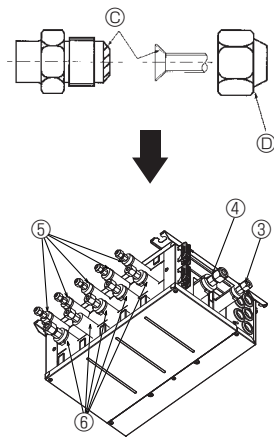

Fig. 7-2
- ⓐ Applicare olio per refrigerazione sull'intera superficie (Fig. 7-2) della sede svasata.